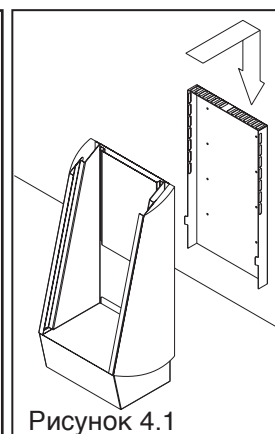

Рисунок 4.1
- Підчепіть нагрівач у кронштейни плити для монтажу на стіні (порів. рис. 4.1)